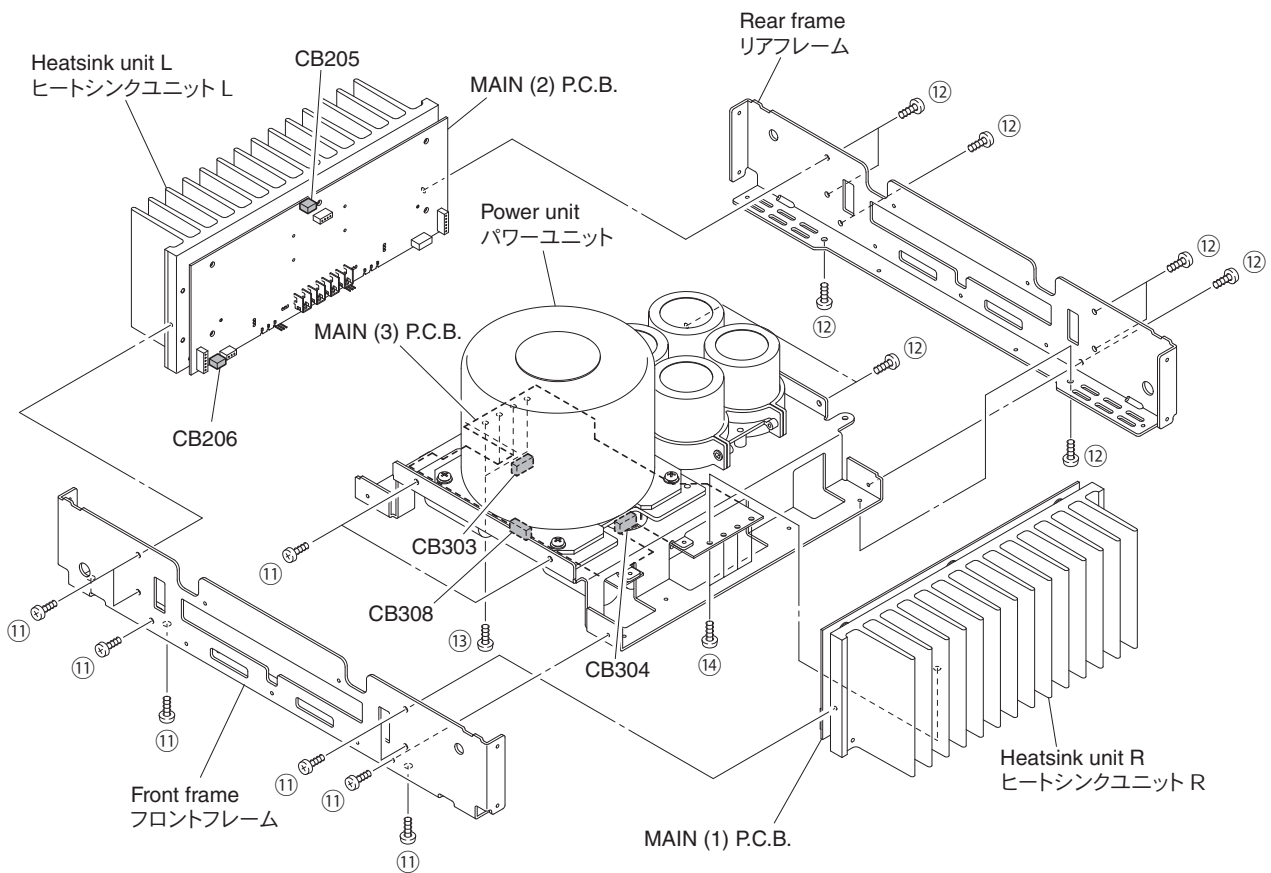

Fig. 9
- g. Remove 10 screws (⑪). (Fig. 9)
- h. Remove the front frame. (Fig. 9)
- i. Remove 10 screws (⑫). (Fig. 9)
- j. Remove the rear frame. (Fig. 9)
- k. Remove 4 screws (⑬). (Fig. 9)
- l. Remove CB205, CB206, CB304 and CB308. (Fig. 9)
- m. Remove the heatsink unit L together with the MAIN (2) P.C.B. (Fig. 9)
- n. Remove 4 screws (⑭). (Fig. 9)
- o. Remove CB303. (Fig. 9)
- p. Remove the heatsink unit R together with the MAIN (1) P.C.B. (Fig. 9)
- g. ⑪のネジ10本を外します。(Fig. 9)
- h. フロントフレームを外します。(Fig. 9)
- i. ⑫のネジ10本を外します。(Fig. 9)
- j. リアフレームを外します。(Fig. 9)
- k. ⑬のネジ4本を外します。(Fig. 9)
- l. CB205、CB206、CB304、CB308を外します。(Fig. 9)
- m. ヒートシンクユニットLとMAIN(2)P.C.B.を一緒に外します。(Fig. 9)
- n. ⑭のネジ4本を外します。(Fig. 9)
- o. CB303を外します。(Fig. 9)
- p. ヒートシンクユニットRとMAIN(1)P.C.B.を一緒に外します。(Fig. 9)